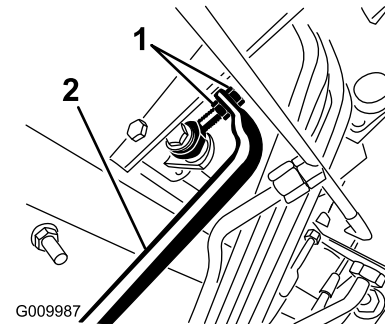

Figura 67
4. Ajuste las contratueras del extremo de la varilla de la bomba con objeto de desplazar el tubo de control de la bomba hacia adelante para eliminar el movimiento de la máquina hacia adelante, o hacia atrás para eliminar el movimiento hacia atrás (Figura 67).